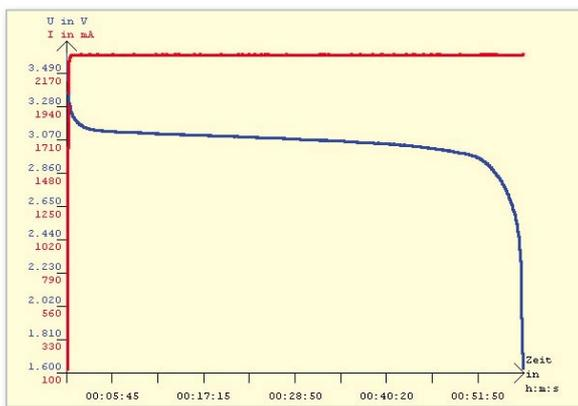

Bild 2: Entladeverlauf eines LiFePO₄-Akkus
Grenzen auch als eigensicher gelten. Dieser neue Zellentyp (Abbildung 1) vereint die Vorteile von Lithium-Akkus mit der Robustheit der altbekannten Nickel-Cadmium-Akkus (NC). Abbildung 2 zeigt an einem Beispiel den hervorragenden Entladeverlauf dieses Zellentyps, wobei in unserem Beispiel der Entladestrom der Nennkapazität der Zelle entspricht (1C).
Während die Zellenspannung bei Lithium-Ionen-Akkus 3,6 V und bei Lithium-Polymer-Akkus 3,7 V beträgt, sind diese Zellen mit 3,3 V spezifiziert. Wie an der Entladekurve in Abbildung 2 zu sehen ist, stellt sich bei einem der Nennkapazität entsprechenden Entladestrom eine Spannung unterhalb der Nennspannung ein. Die Ladeschluss-Spannung dieses neuen Akku-Typs ist mit 3,6 V angegeben, muss aber nicht mit der hohen Genauigkeit eingehalten werden wie bei Lithium-Ionen- und Lithium-Polymer-Akkus. Maximal dürfen diese Zellen mit 3,8 V geladen werden, was aber die Lebensdauer deutlich reduziert.